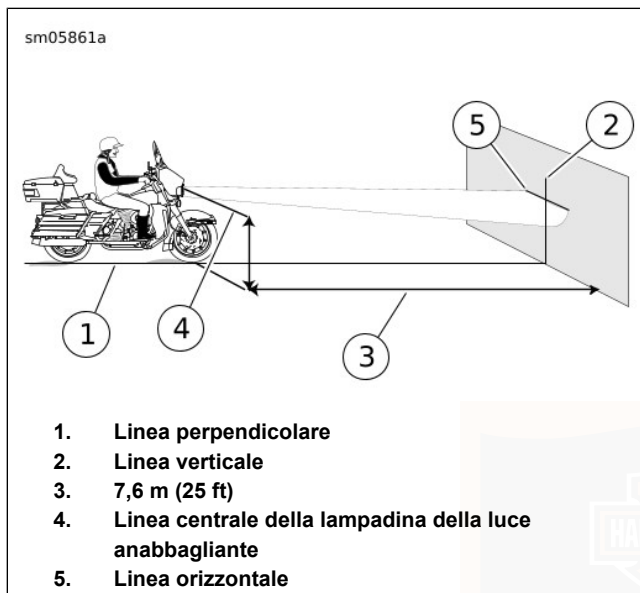
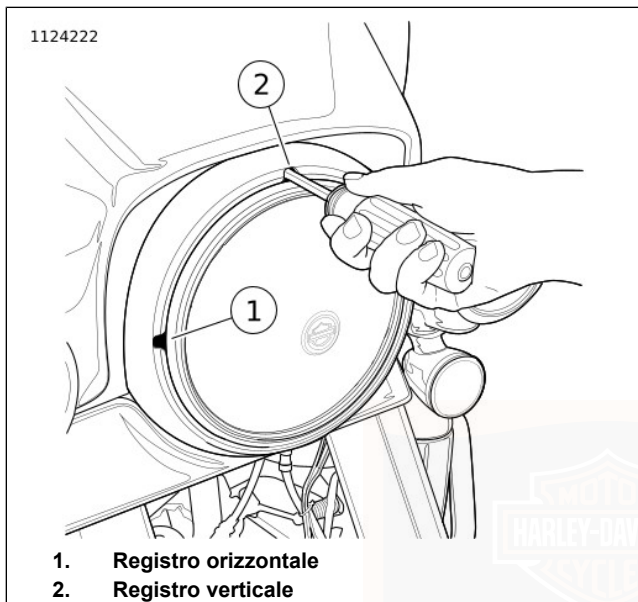

Figura 89. Allineamento del faro anteriore: Tipo a LED (tipico)
Figura 90. Registri del faro anteriore: tutti i modelli eccetto quelli con carenatura montata su telaio (tipica)
4. Vedere Figura 89. Parcheggiare la motocicletta su una linea (1) perpendicolare alla parete.
6. Tracciare una linea centrale verticale (2) sulla parete.
7. Con la motocicletta carica, puntare la ruota anteriore dritta in avanti verso la parete. Misurare la distanza (4) dal pavimento al centro della lampadina della luce anabbagliante.
8. Vedere Figura 89. Tracciare una linea orizzontale (5) attraverso la linea verticale in corrispondenza del centro del fascio di luce anabbagliante.
2. Vedere Figura 90. Inserire una chiave a brugola ad estremità sferica da 5/32 di pollice nelle scanalature di registro nell'anello di rivestimento.
- a. **Orizzontale:** girare la vite di registrazione orizzontale (1) per regolare il fascio di luce a sinistra e a destra.
- b. **Verticale:** girare la vite di registrazione verticale (2) per regolare il fascio di luce in alto ed in basso.
3. Vedere Figura 89. Regolare il faro anteriore per centrare il fascio di luce, come illustrato.